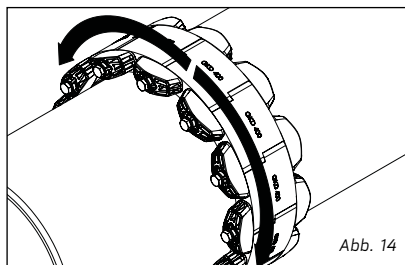

Abb. 14
- 2 Die offene Gliederkette wieder **umdrehen** und so um das Medienrohr legen, dass die Schraubenköpfe in Montagerichtung zeigen (siehe Abb.: 14).